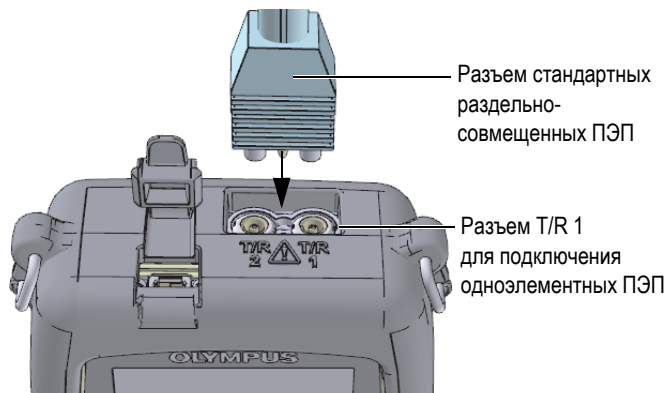

Рис. 5-1 Подключение преобразователя
1. Подключите преобразователь к разъему для ПЭП, расположенному в верхней части прибора 45MG (см. Рис. 5-1 на стр. 64); для одноэлементных ПЭП используйте разъем T/R 1.